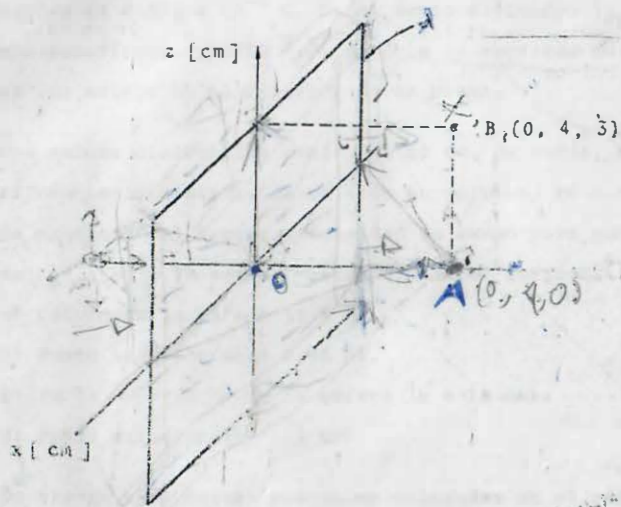

Figura P1.4
1.4 Un alambre delgado se dobla para formar un cuadrado de 6 cm de lado. Considere el sistema de referencia mostrado en la figura P1.4, suponga que el alambre posee una densidad de carga uniforme  $\lambda = -\frac{1}{3} \frac{\mu\text{C}}{\text{m}}$  y calcule: